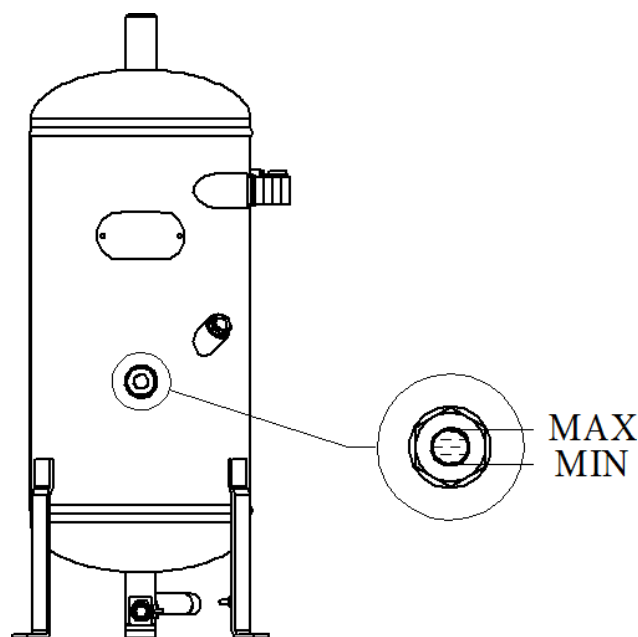

Рисунок 6
- включить для прогрева масла до температуры более 70°C, после чего отключить, через 5-10 мин. проверить уровень масла, при необходимости – долить (см. рисунок 6).
| | Слишком низкий уровень масла | Выполните дозаправку установки маслом (см. рисунок 6) |